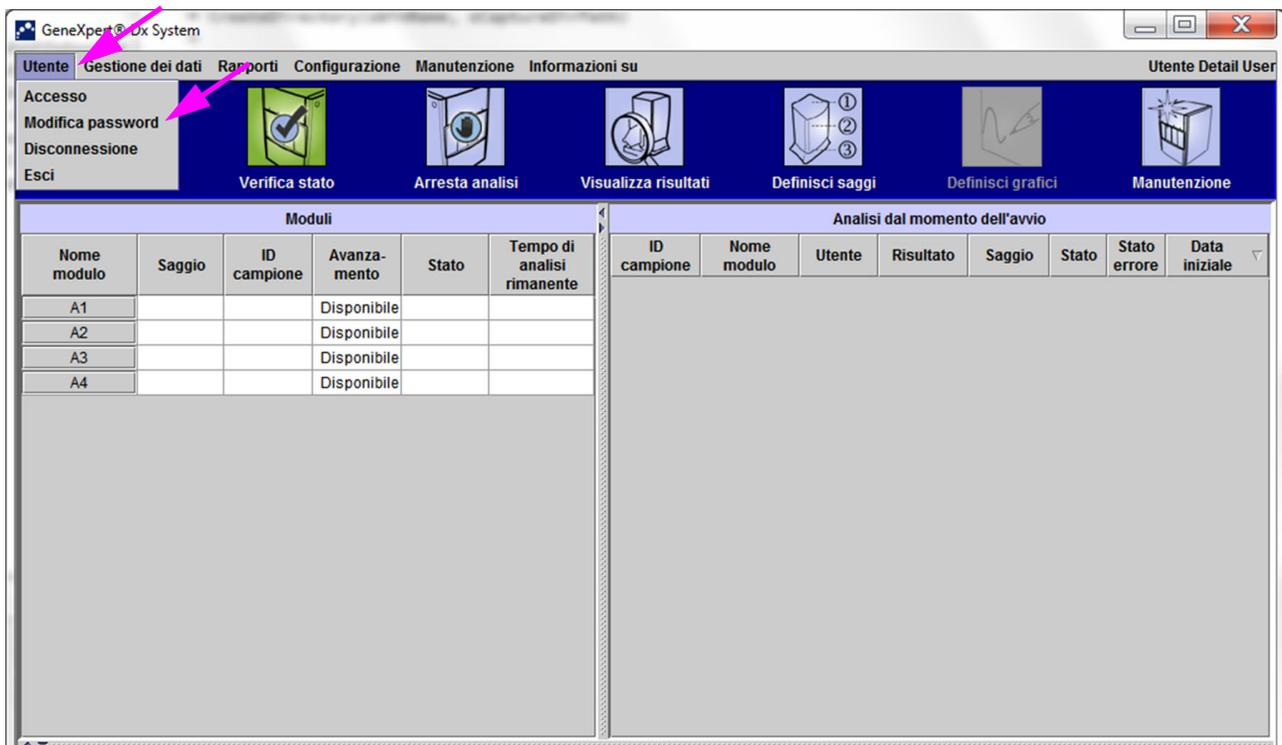
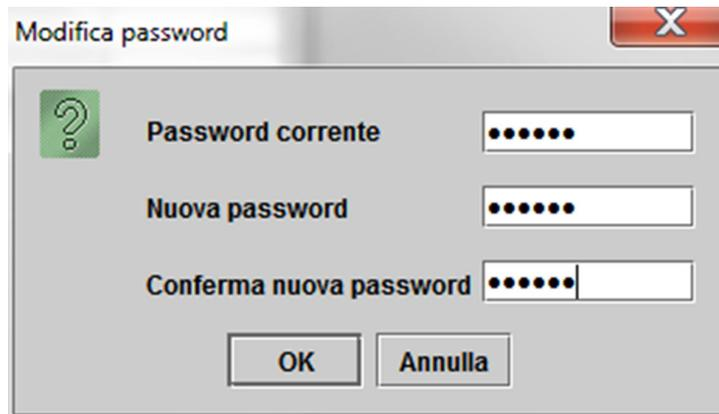

Figura 5-14. Menu Utente, Modifica password
Figura 5-15. Finestra di dialogo Modifica password
1. Nella finestra GeneXpert Dx System, fare clic su **Modifica password** nel menu **Utente**. Vedere la Figura 5-14. Viene visualizzata la finestra di dialogo Modifica password (vedere la Figura 5-15).